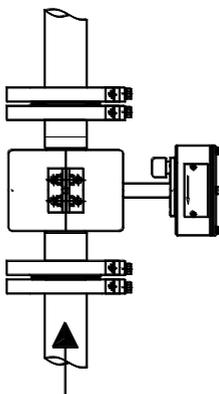

Рис.8.3
8.2.4 При возможном выпадении осадка, ППР расходомера должен устанавливаться вертикально, при этом направление потока должно быть снизу вверх (см. рис.8.3).